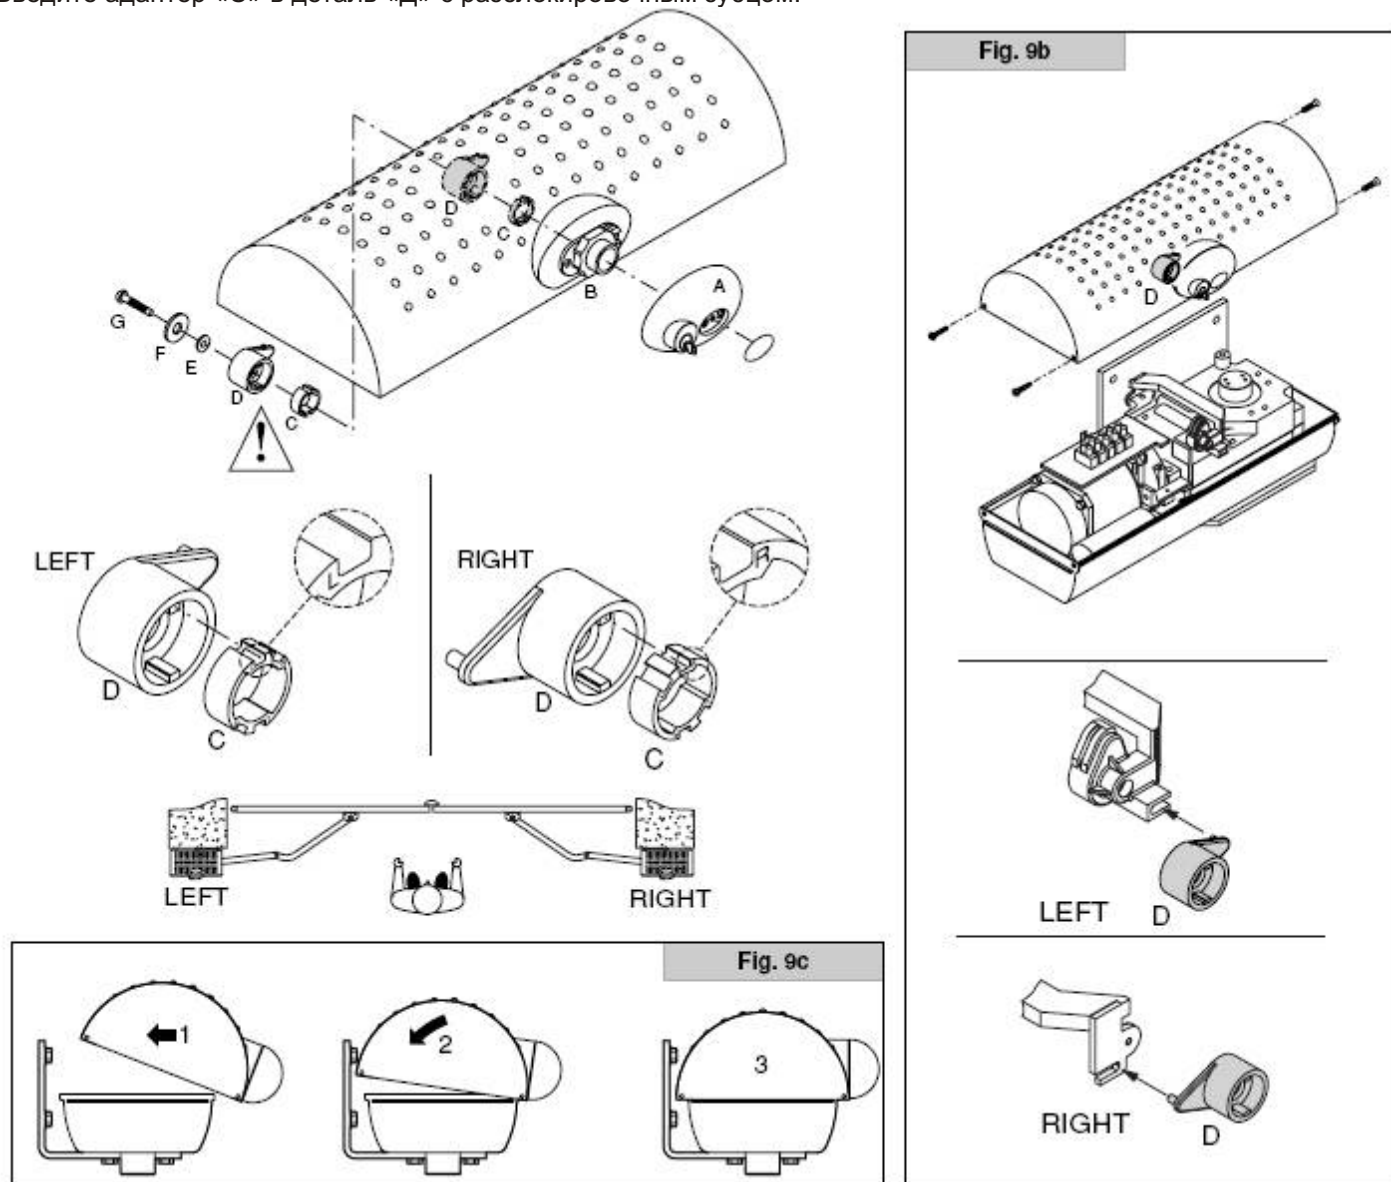

рис.9
Расположите ручку разблокировки «А», как показано на рис. 9., на детали «В», предварительно смонтированной на крышке привода.
**ПРИМЕЧАНИЕ:** в зависимости от левого или правого расположения двигателя, вставляйте адаптер «С» и располагайте деталь «D» как показано на рис. 9.